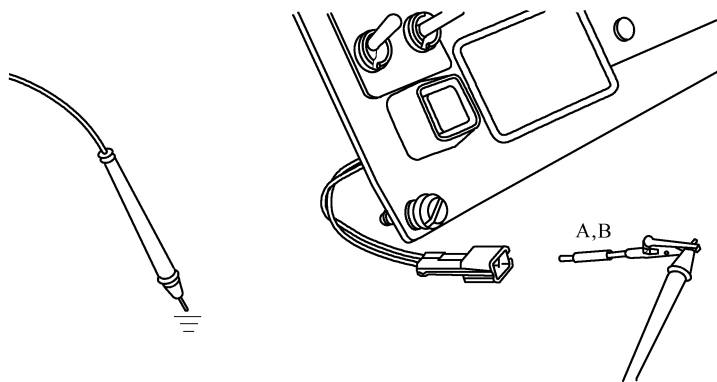

图 3-64 分别测量指示灯插头触针 A、B 与机体间的电阻
① 断开钥匙开关，从 OEM 驾驶室线束上断开 ICONTM 指示灯插头。
② 分别测量 ICONTM 指示灯插头触针 A、B 与机体间的电阻(图 3-64)，应大于 100kΩ。若不合格，维修或更换 ICONTM 灯。